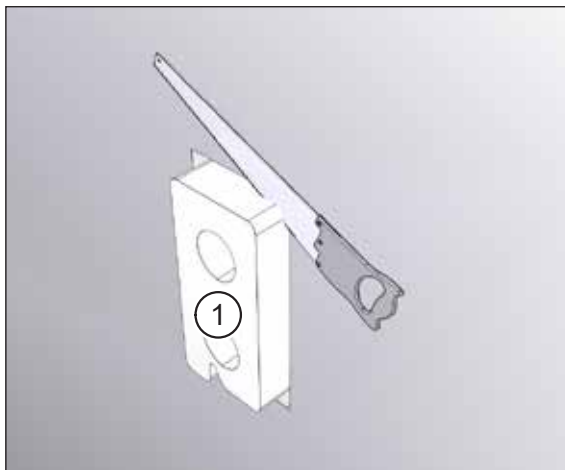
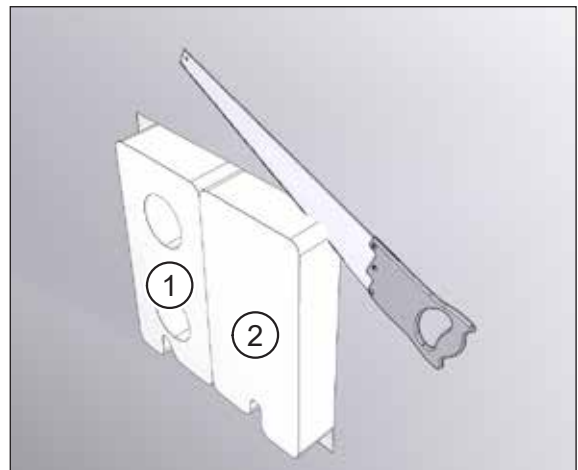

Abb. 62: Mauerkasten **ohne** Füllstück anpassen
Abb. 63: Mauerkasten **mit** Füllstück anpassen
- ▶ Kürzen Sie mit einer Styroporsäge den überstehenden Mauerkasten (Pos. 1 in Abb. 62 und Abb. 63) und ggf. das Füllstück (Pos. 2 in Abb. 63), so dass diese bündig mit der Außenwandseite oder der angebrachten Dämmung sind.